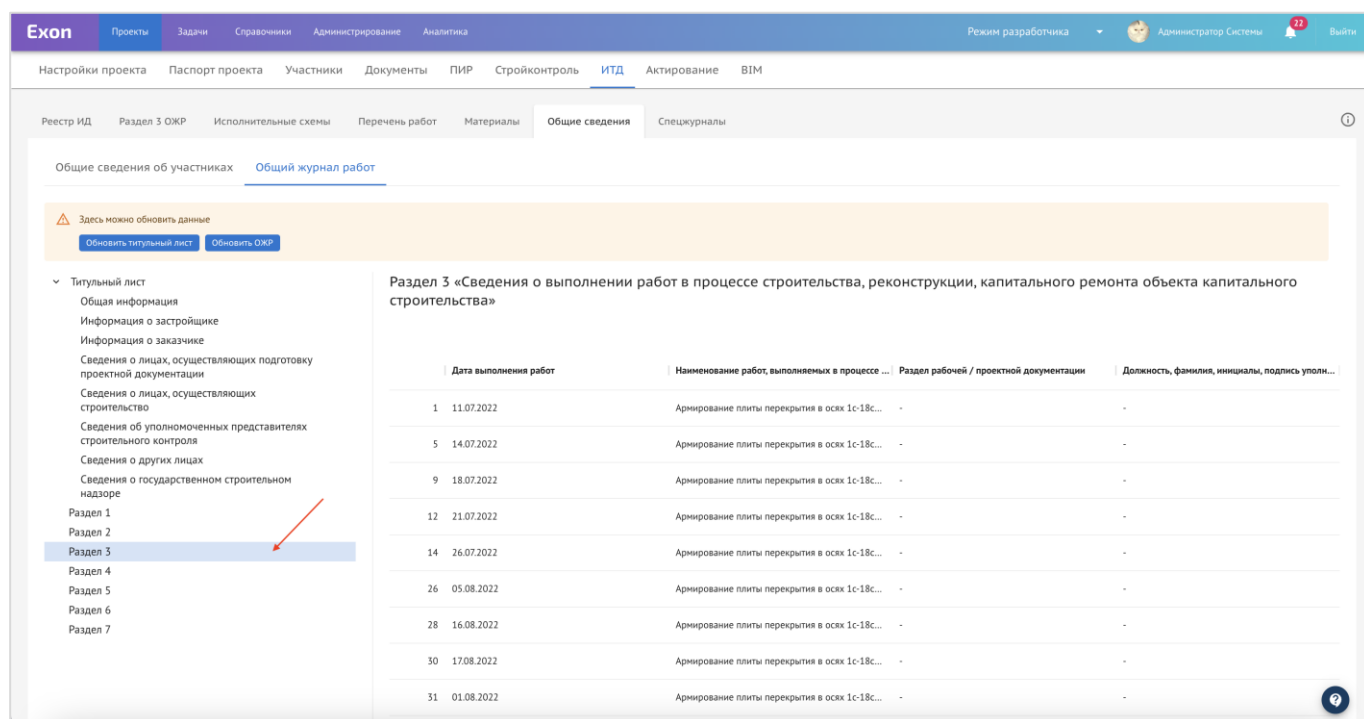

Рис. 20 – Раздел 3 ОЖР
11. **Раздел 3 ОЖР.** Данный раздел синхронизируется с соответствующей вкладкой модуля ИТД, как следствие, формируется автоматически (см. Раздел 3 ОЖР) (рис. 20);